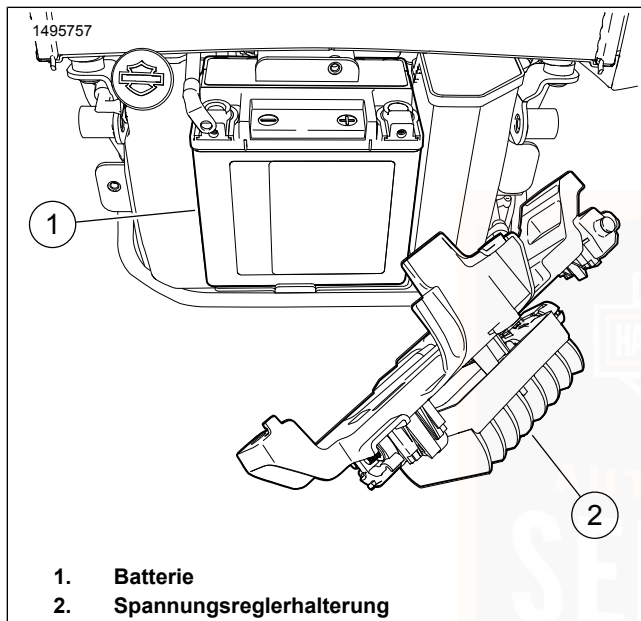

Abbildung 69. Spannungsreglerhalterung
6. Siehe Abbildung 69. Die Spannungsreglerhalterung (2) beiseiteschieben.
7. Die Batterie (1) ausbauen.